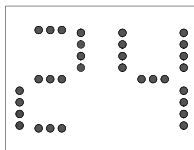
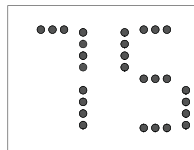

Fig.1
Fig.2
1. Extienda cualquier lado de la manguera (Fig.1) y atornille la entrada de manguera (Fig.2).
Antes del cambio, en modo cool (refrigeración), la pantalla se muestra como la fig1.
Después del cambio, en modo cool (refrigeración), la pantalla se muestra como la fig2.
Antes del cambio, en modo refrigeración, la pantalla del visualizador se ve como en la fig. 1.
Luego del cambio, en modo refrigeración, la pantalla del visualizador se ve como en la fig. 2.